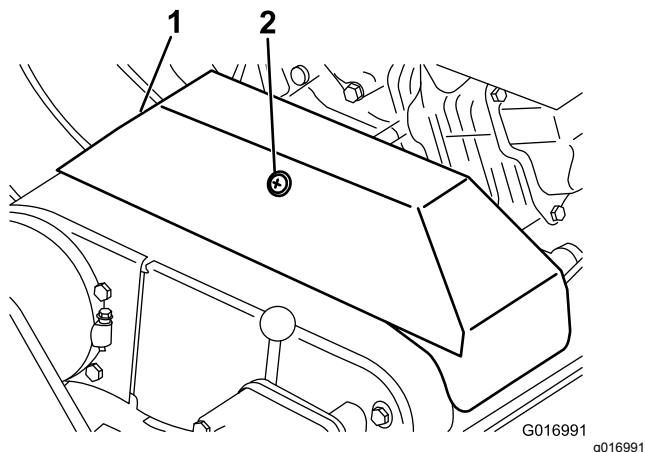

図 41
2. V ベルトカバーを固定しているリテーナをゆるめて、カバーを開ける 図 41。
2. Vベルトカバーを固定しているリテーナをゆるめて、カバーを開ける図 41。